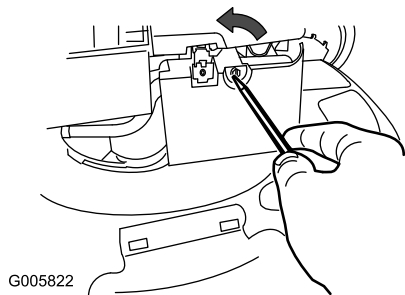

Figure 21
1. Ouvrez le couvercle du filtre à air avec un tournevis (Figure 21).